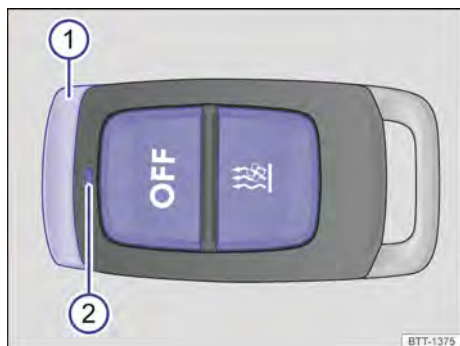

Fig. 138 Aquecimento estacionário: controle remoto.
- **Ligar:** pressionar o botão  → Fig. 138. Se a luz de controle ficar acesa por aproximadamente 2 segundos na cor verde, o aquecimento estacionário estará ligado.